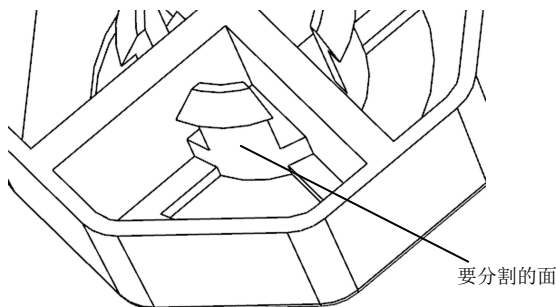

图 3-4 选取要分割的面及分割对象
(10) 选取扣位的侧面为要分割的面及分割对象，如图 3-4 所示。